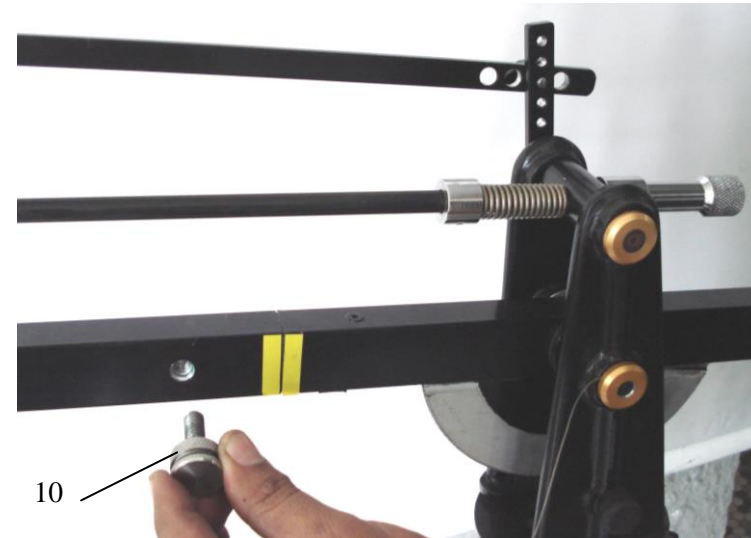

Figura 12: Fixação da lança posterior na lança anterior.
- (d) Fixar o pino da lança (10) no furo do pino de fixação da lança (18) para vincular as lanças posterior e anterior, segundo a figura 12.